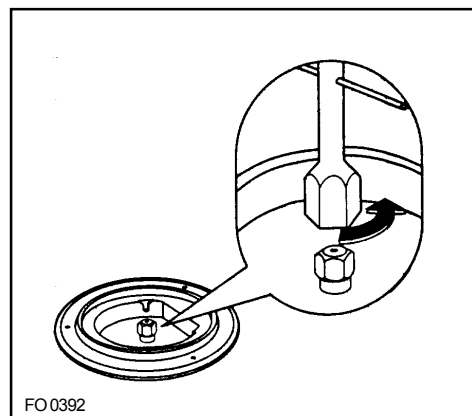

Fig. 6
- 3) Avec une clé de 7 dévissez les injecteurs (Fig. 6) et remplacez-les par ceux convenant au type de gaz utilisé (voir tableau).